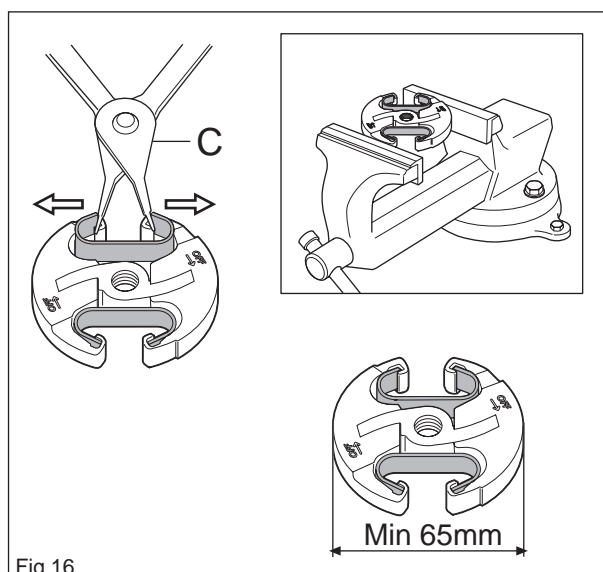

Fig 16
Placer l'embrayage dans un étau comme montré sur l'illustration. Retirer prudemment les ressorts d'embrayage à l'aide d'une pince (C) (voir la figure 16).
- Contrôler l'épaisseur des masselottes d'embrayage en mesurant à l'aide d'un pied à coulisse sur tout le centre de l'embrayage. Si la mesure est inférieure à 65 mm, tout l'embrayage doit être remplacé (voir la figure 16).